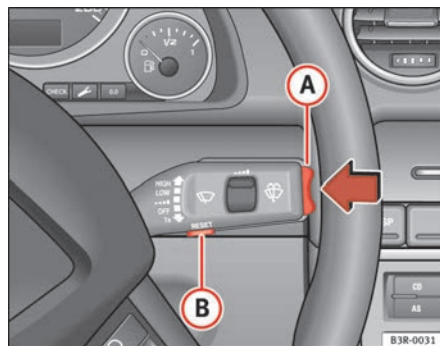

Fig. 59 Palanca del limpiaparabrisas: Elementos de manejo del ordenador de a bordo
Pulsando la tecla Reset **B** ⇒ página 90, fig. 59 se puede conmutar entre las funciones del ordenador de a bordo 1 y 2.
Bastará con pulsar brevemente el interruptor-selector de funciones o bien la tecla **[Reset]** ⇒ **fig. 59** para borrar el aviso sobre la duración de viaje.
- Pulse la zona superior o inferior del conmutador-selector de funciones **(A)** ⇒ fig. 59. Se visualizarán una tras otra las funciones del ordenador de a bordo en los niveles de memoria correspondientes.